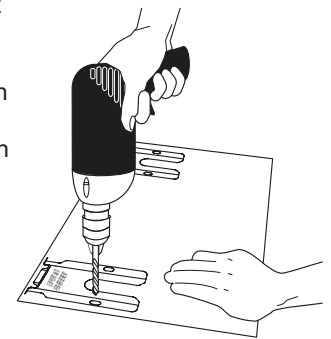

Fig. 6
b. **Perçage d'avant-trous et fixation du support** - Percez un avant-trou de 0,3 cm (1/8 po) à l'endroit où les vis seront insérées (Fig. 6). Si le support doit être monté sur le mur, percez les avant-trous dans un angle descendant d'environ 20°. Si le support doit être installé sur un plancher en béton ou en céramique, percez des avant-trous de 0,5 cm (3/16 po) et d'une profondeur de 4,5 cm (1-3/4 po). Les vis fournies peuvent être utilisées dans le bois ou dans le béton. Servez-vous d'un tournevis à douille de 5/16 po ou d'un tournevis à lame plate pour viser le support.